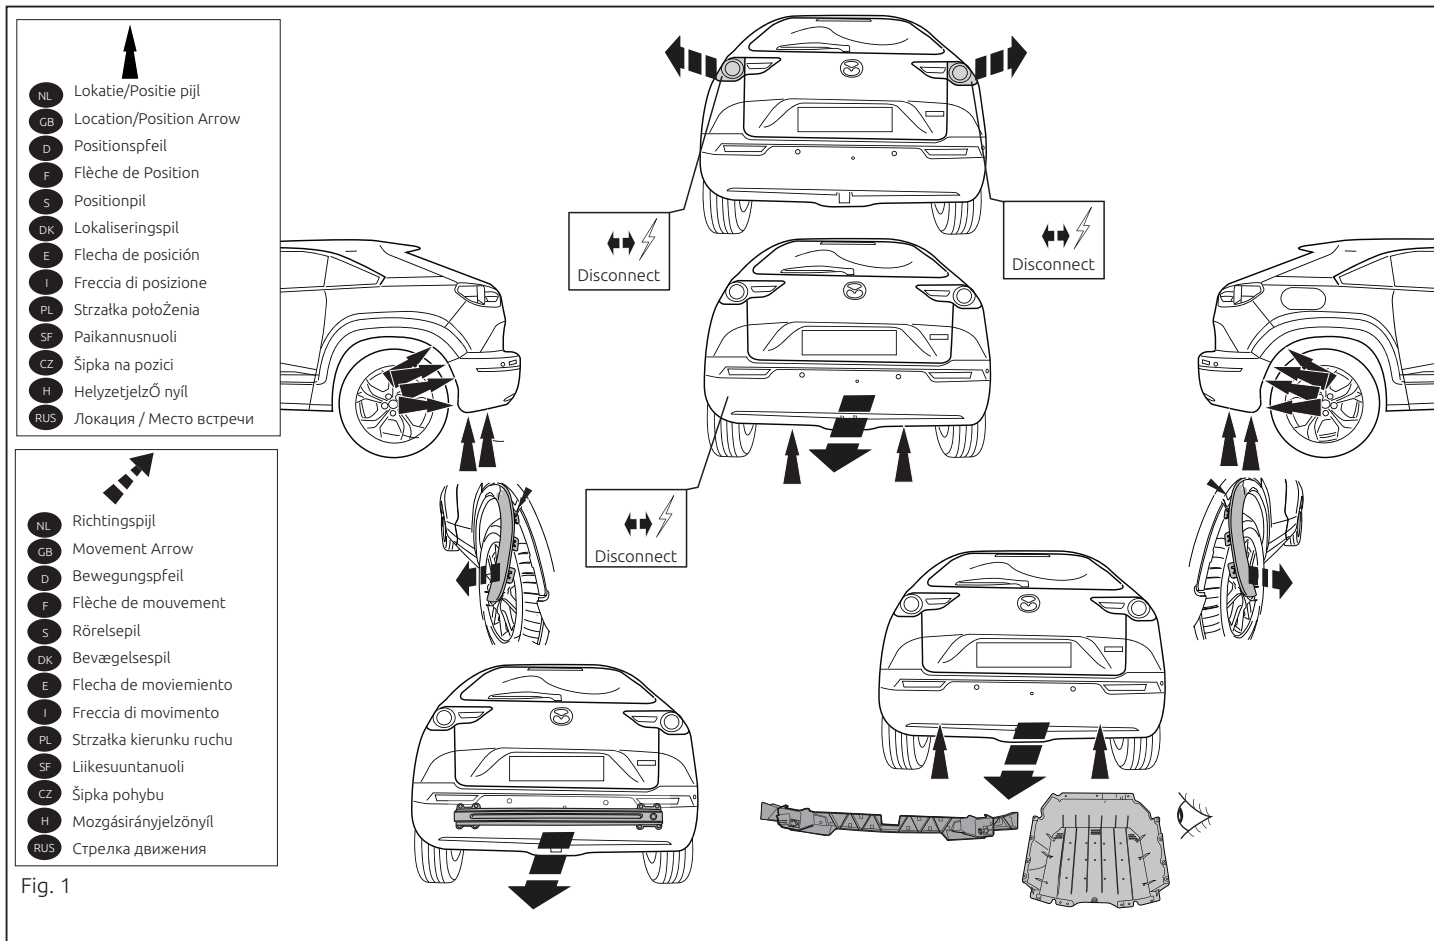

Fig. 1
1. Снять оба блока задних фар. Снять бампер вместе со буферным брусом автомобиля. Буферный брус больше не понадобится. Снять указанные пластмассовые детали. См. рисунок 1.